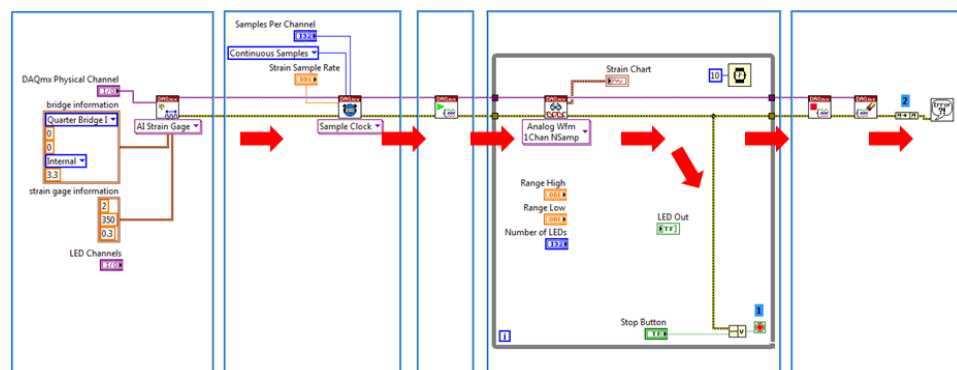

Figura 17. Para concluir o código de aquisição de deformação, conecte os fios de erro e tarefa no código.
31. Conecte os fios de erro e tarefa nos fios conforme ilustrado na figura 17. Isso passará os valores da tarefa e quaisquer erros que possam surgir no código.